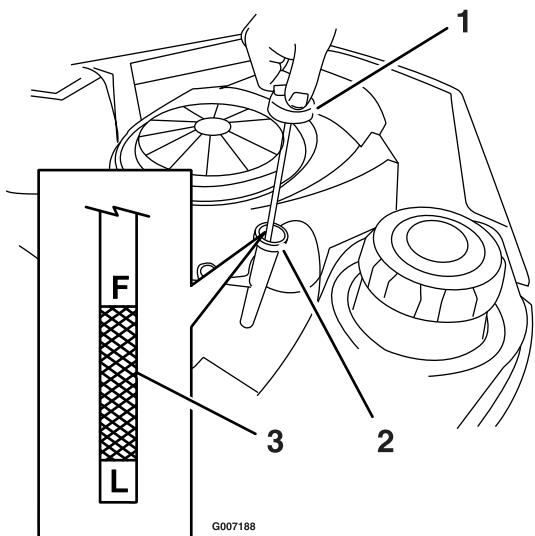
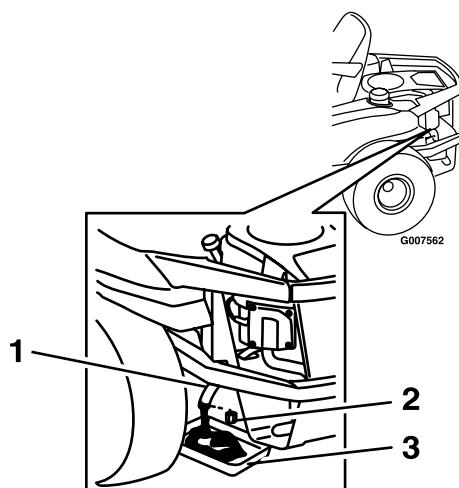

Figure 25
Figure 27
4. Enlevez le bouchon de remplissage/la jauge de niveau d'huile et essuyez-la sur un chiffon. Remettez la jauge en place en l'enfonçant au maximum (Figure 25).
sous la machine, juste sous l'orifice de vidange du châssis, comme illustré à la Figure 27
6. Enlevez le bouchon de vidange d'huile (Figure 27). Enlevez le bouchon de remplissage/la jauge (Figure 25).
9. Quand la vidange d'huile est terminée, remettez en place le bouchon de vidange. Serrez le bouchon à 14 Nm (125 po-lb). Essuyez l'excédent d'huile sur le châssis (Figure 27).
jusqu'à ce que le joint soit en appui contre le socle, puis donnez de 1/2 à 3/4 tour supplémentaire (Figure 27).
14. Vérifiez le niveau d'huile (Figure 25) (voir Contrôle du niveau d'huile).